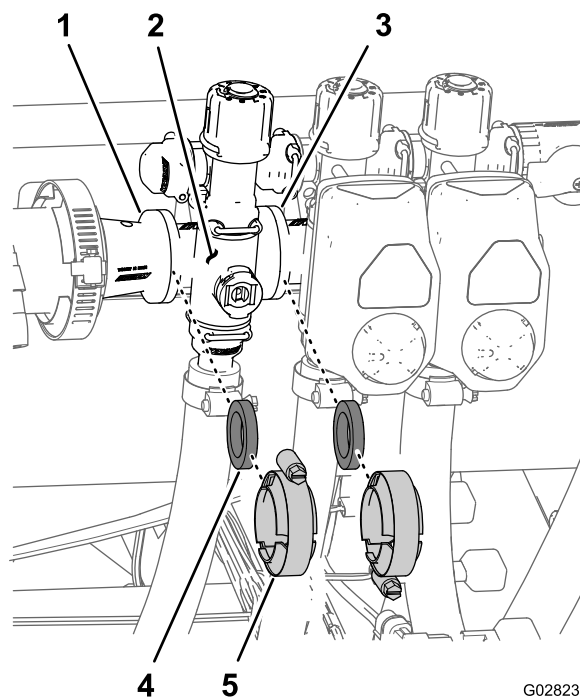

Figura 102
1. Rimuovete i morsetti e le guarnizioni che fissano il collettore della valvola di sezione alla valvola di sezione adiacente (se a sinistra, valvola di sezione e giunto del riduttore), come illustrato nella Figura 102.